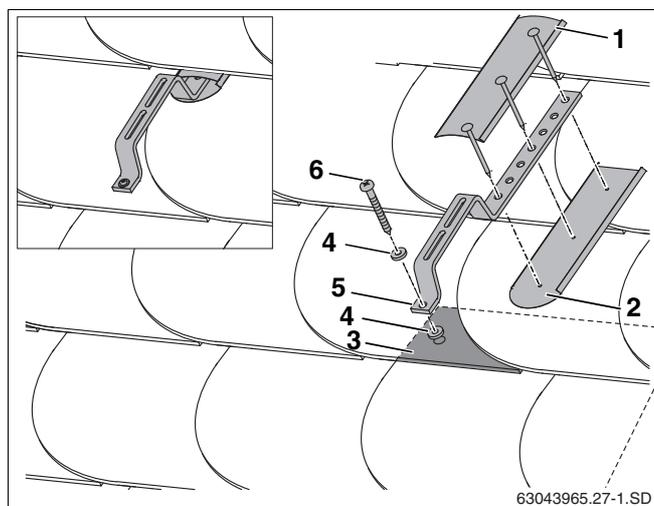

Рис. 26 Монтаж на крыше с покрытием шифером/гонтом
В качестве примера здесь приводится описание монтажа специального кровельного крюка и водонепроницаемого уплотнения с использованием планок заказчика (рис. 26, **поз. 1** и **2**) на покрытии шифером/гонтом.
- ▶ Установите специальные кровельные крюки (рис. 26, **поз. 5**) и уплотнения (рис. 26, **поз. 4**), закрепив их шурупом (рис. 26, **поз. 6**) на покрытии шифером/гонтом.
- ▶ Для водонепроницаемости при монтаже нужно укладывать планки заказчика (рис. 26, **поз. 1, 2**) сверху и снизу специальных кровельных крюков.
Специальный кровельный крюк должен спереди прилегать к многослойному покрытию (рис. 26, **поз. 3**).